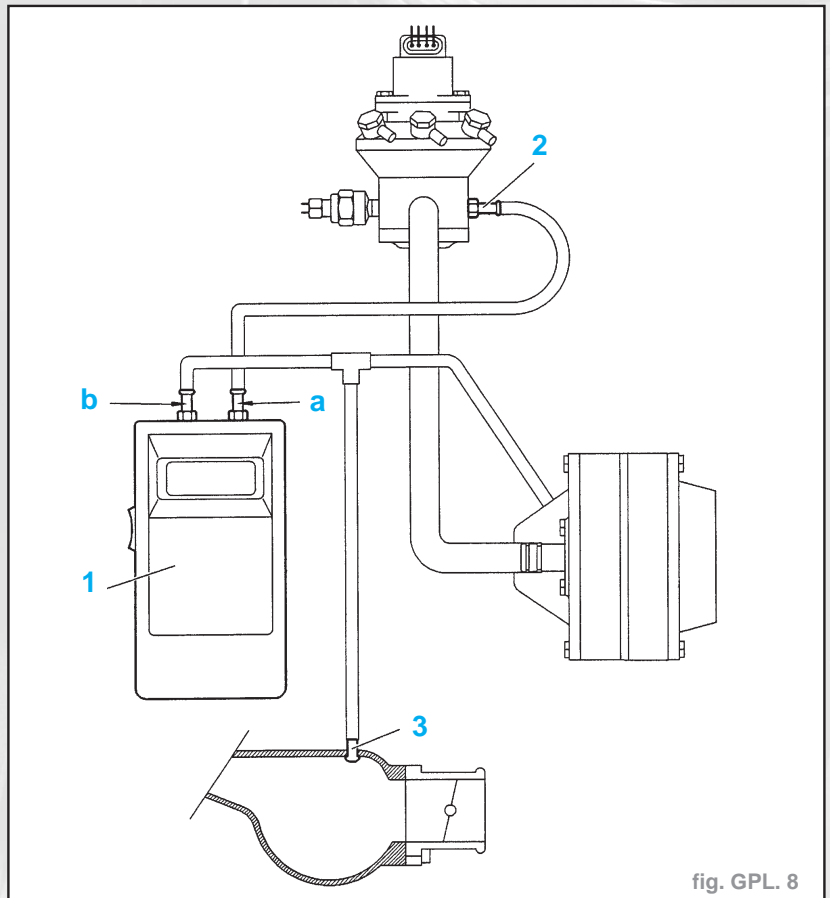

fig. GPL. 8
- Accoupler la sortie "a" de l'outil (1) à l'outil (2) (fig. GPL. 8).
- Accoupler la sortie "b" de l'outil (1) à la prise (3).
- Relever la pression lue à l'aide de l'outil (1) (fig. GPL. 8).
- l'outil (1) (fig. GPL 8)